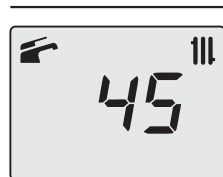

Figura 9.23
- Scorrere i vari parametri utilizzando i tasti 13 (indietro) o 15 (avanti) fino a far apparire sul display LCD le lettere **LP** che si alternano con il valore di temperatura dell'acqua di riscaldamento (es. **45**), indicanti l'entrata nell'attivazione della "funzione spazzacamino" alla potenza minima in sanitario (Figura 9.23).